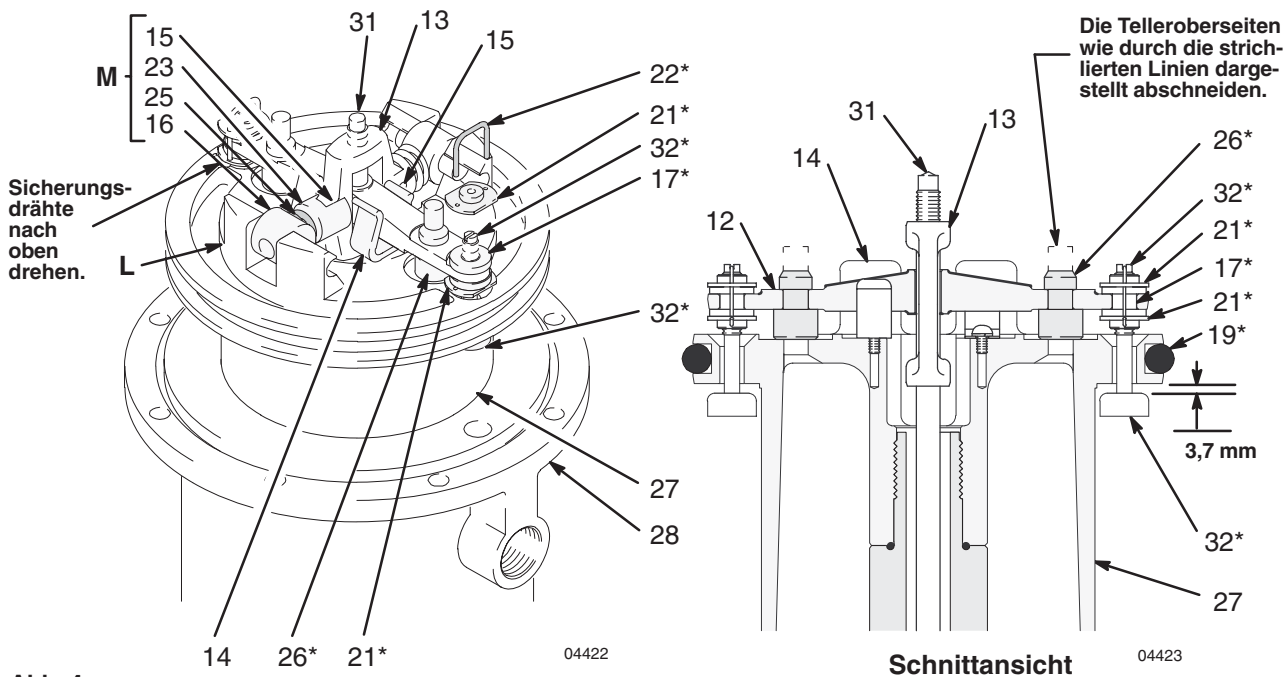

Abb. 4
10. Den Kolbensatz vom Luftmotorgehäuse (28) ziehen und beiseite legen.
11. Die V-Blockdichtung (10†) mit einem Haken entfernen und die Rille im Luftmotorgehäuse (28) reinigen. Rille gründlich von Schmutz befreien und mit einem Tuch auswischen.
13. Mit einem Schraubenzieher den Bügel der Steuerstange (13) hinunterdrücken und die Knebelklemmen nach unten einrasten. Siehe Abb. 4.
14. *Bei diesem Arbeitsschritt die unter Federspannung stehenden Knebelklemmen mit einer Hand abdecken, während sie mit einem Schraubenzieher geöffnet werden.* Die Spitze des Schraubenziehers in den Kolben zwischen die Kolbenösen (L) unter den Zapfen (16) an den Knebelklemmen führen, mit dem Schraubenziehergriff nach oben drücken, um die Federn am Knebelklemmensatz (U) nach oben und von den Kolbenösen wegzudrücken, und die Teile entfernen. Siehe Abb. 4.
15. Die Sicherungsdrähte (22*) geradeziehen und von den Ventilmutter (21*) entfernen. Die oberen Mutter abschrauben. Kragenbügel (13), Traverse (12) und Steuerstange (31) entfernen. Die unteren Mutter (21*) abschrauben und die Teller entfernen. Darauf achten, daß die Federclips (14) der Ventilstange weder verschlissenen noch beschädigt sind und daß sie die Traverse (12) richtig führen.
16. Die Teller (26) des Auslaßventils mit einem Seitenschneider abschneiden und aus der Traverse (12) ziehen.
Beim Einrasten der Knebelklemmen (M in Abb. 4) nach oben oder nach unten die Finger vom Knebelklemmensatz fernhalten, damit sie nicht eingeklemmt oder gar abgetrennt werden können.
1. Die Schlüsselflächen der Kolbenstange (29) in den Schraubstock klemmen, so daß der Luftmotor nach oben zeigt.
2. Die Auslaßventilteller (26*) in die Traverse (12) ziehen und die oberen Teile der Teller abschneiden (siehe strichlierte Linien in der **Schnittansicht** in Abb. 4).
3. Die Gummitüllen (17*) in der Traverse (12) installieren, die Einlaßventilteller (32*) in den Kolben geben und die unteren Ventilmutter (21*) auf die Einlaßventilteller schrauben, bis nur noch wenige Gewindegänge frei sind.
4. Dick einfetten und die Steuerstange (31) in den Kolben geben, die Traverse (12) in den Kragenbügel (13) geben und den gut eingefetteten Traverse/Kragenbügel-Satz so in den Kolben geben, daß die Steuerstange durch die Mittenbohrungen der Traverse und des Kragenbügels hindurchgeht und die Einlaßventilteller (32*) durch die Tüllen (17*) hindurchgehen.
6. Die Knebelklemmstifte (15) in den Kragenbügel (13) einbauen, die Hebelenden (23) des Knebelklemmensatzes (M) auf die Knebelklemmstifte geben und die Zapfenden (16) des Knebelklemmensatzes in die Ösen (L) einrasten lassen.
7. Mit der Lehre (Teile-Nr. 171–818) ein Spiel von 3,7 mm zwischen den Einlaßventiltellern (32*) und dem Kolbensitz schaffen, wenn das Einlaßventil geöffnet ist. Siehe **Schnittansicht** in Abb. 4.